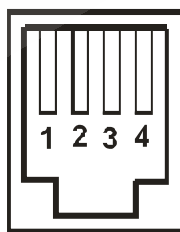

Рисунок 23 Цоколёвка разъемов сети RS-485:
3.2.6 Если предполагается работа приборов ИВТМ-7М3, ИВТМ-7М5-3 в сети RS-485 с компьютером, необходимо подсоединить блок измерения и индикации к сети с помощью специального кабеля в соответствии с цоколёвкой разъемов сети RS-485, рисунок 23. Схема подключения прибора, распайка кабеля приведены в приложении В. Инсталлировать и запустить программное обеспечение в соответствии с прилагаемым описанием программы. Настроить программное обеспечение на работу с СОМ портом, к которому подключен прибор(ы) (преобразователь интерфейсов ПИ-1М).